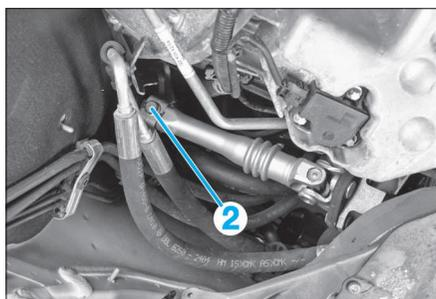

FIG. 3
- la vis (2) (Fig.3).
- remplacer la tôle de sécurité ainsi que la vis de liaison arbre inférieur/arbre supérieur (2) (Fig.3).